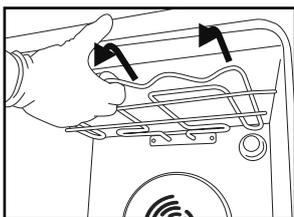
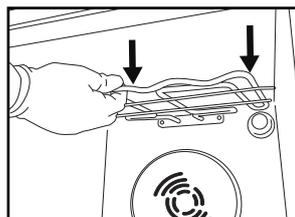

Fig.3
Fig.4
2. Puxe a resistência ligeiramente para fora (Fig. 3) e baixe-a (Fig. 4).